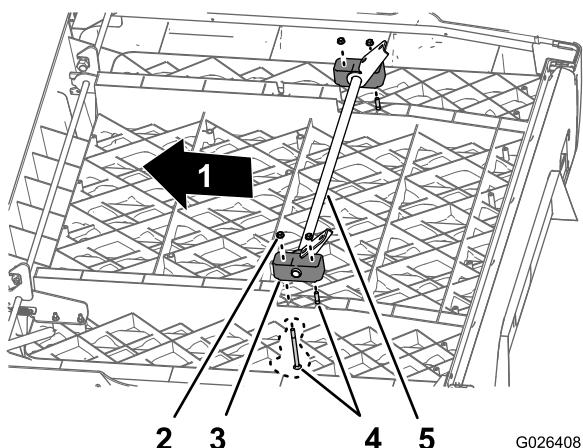

Figura 8
- 1. Na **antiga** caixa de carga, remova os 4 parafusos (3/8 x 5 pol.) e as 4 porcas dentadas (3/8 pol.) que fixam os 2 blocos de articulação e o conjunto dos dois suportes de articulação da caixa de fundo (Figura 8).